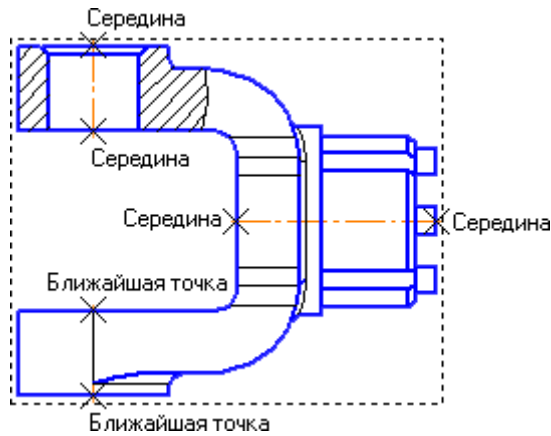

Рисунок 22.
- С помощью привязок постройте осевые линии для цилиндрических поверхностей (рис. 22)..